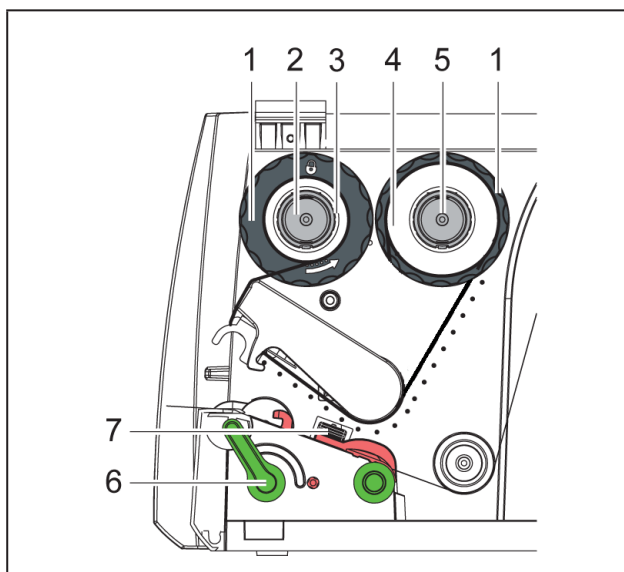

Рис. 10 Ход трансферной пленки
- 5 Отрегулируйте положение ограничителя полей на намотчике на ширину сердечника пленки (3) и наденьте сердечник пленки на намотчик (2).
- 6 Проведите трансферную пленку через печатающий узел, как показано на рис. 10.